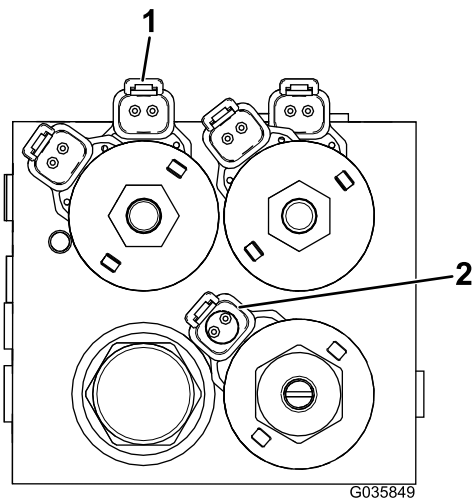

图14
16. 找到线束上的液压块连接件将其插入液压块上的适当位置请参阅图14。